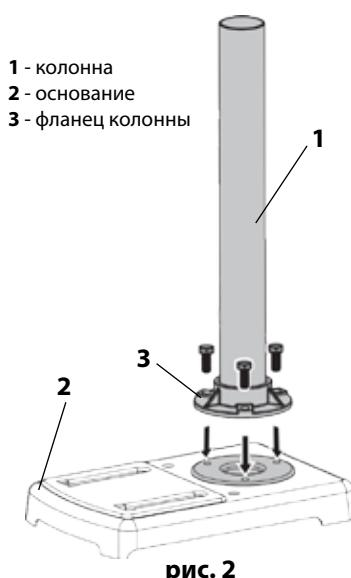

рис. 2
- установить основание станка (рис.2 поз.2) на ровную горизонтальную поверхность (верстак, рабочий стол);
- совместить три отверстия фланца колонны (рис.2 поз.3) с соответствующими отверстиями основания и скрепить тремя болтами.
сверления высоких заготовок, рабочий стол можно развернуть (ослабив затяжной болт) и использовать основание (рис.2 поз.2) в качестве рабочего стола.